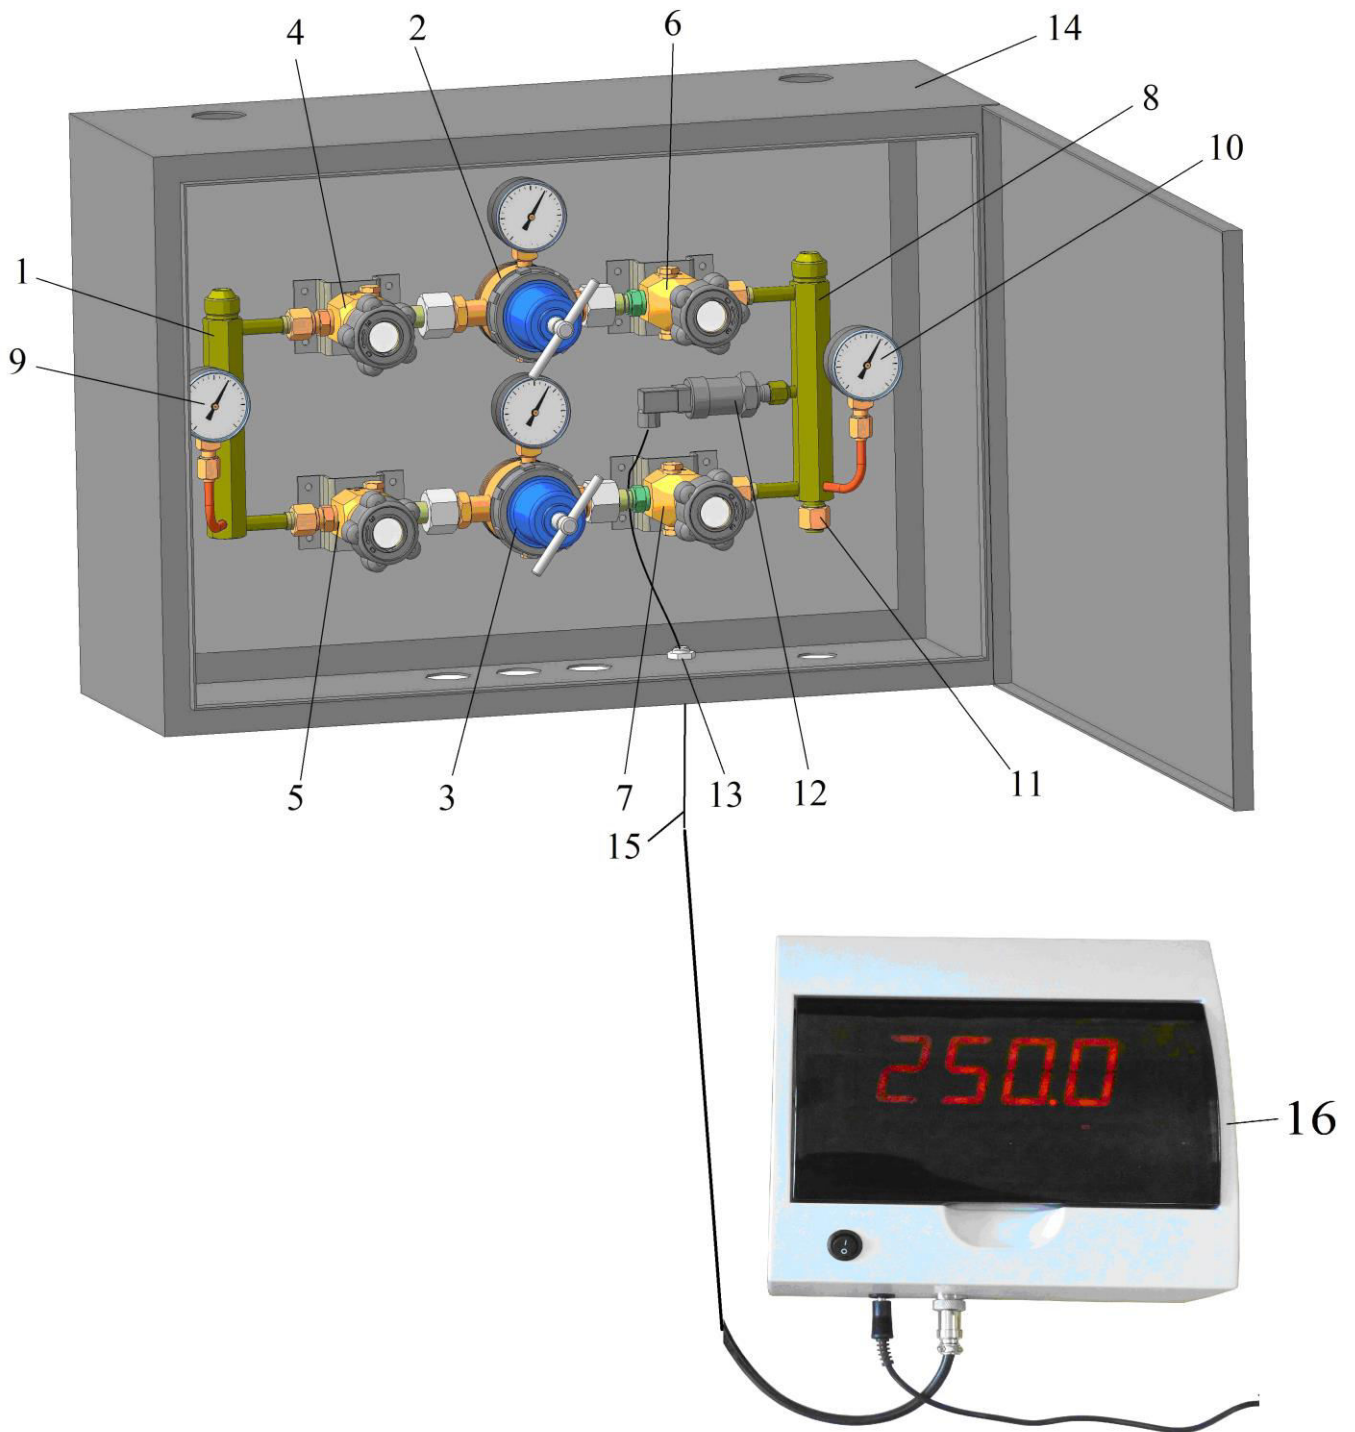

Рис. 1. Пост газопитания ПГК-10-100/10-100 с устройством СДКД
4.1 Внешний вид поста показан на рис. 1